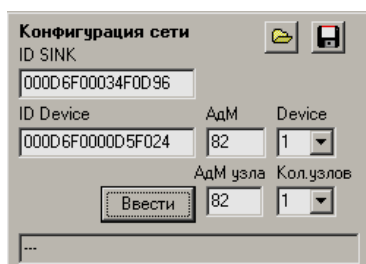

Рисунок 7.52
7.7.5 Редактирование адреса Modbus узла сети. Выбрать значение параметра «Device» (например, «1»). С помощью клавиатуры ввести значение параметра «АДМ узла» (адрес Modbus узла) и нажать на кнопку «Ввести». В результате значение параметра «АДМ узла» скопируется в поле параметра «АдМ» для выбранного значения параметра «Device» (рисунок 7.52).